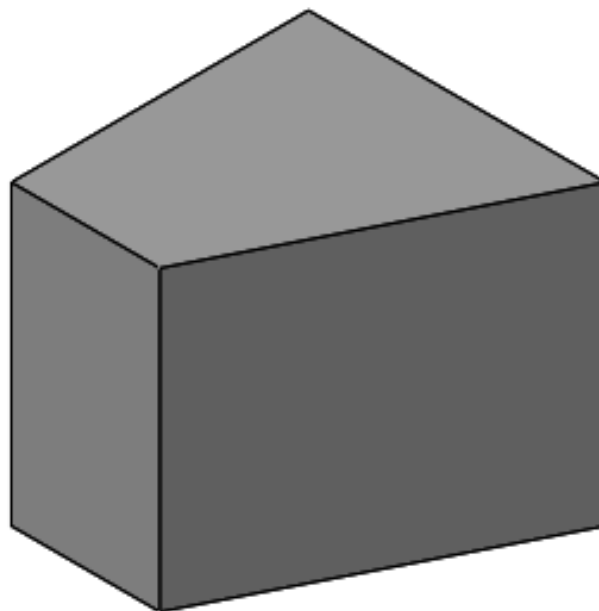
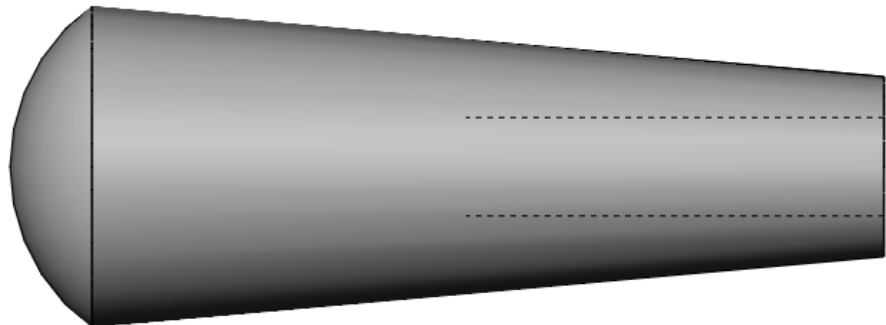

Ilustración 141
Ilustración 152
Paso 1: Se extruye la siguiente figura (ver ilustración 141)
Paso 3: Una vez seleccionada aparece la siguiente pantalla, en ella se selecciona la cara en donde se desea la cúpula, en este caso se utiliza la cara **Cara<1>**, y una cúpula de 10mm creando un bosquejo (ver ilustración 141) al finalizar la operación se obtiene la figura deseada (ver ilustración 152).